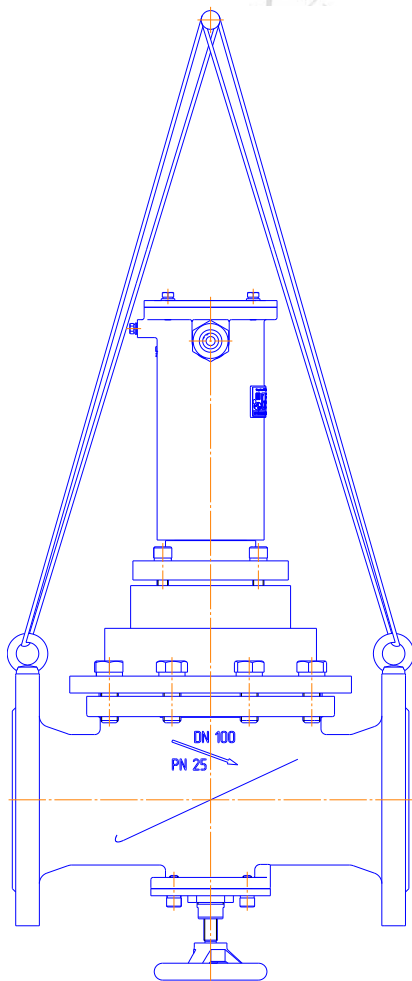

Рисунок 6 – Схема строповки клапана
7.2.1 Установить клапан через уплотнительные прокладки к ответным фланцам на трубопровод, равномерно затянув болты гайками. При установке руководствоваться схемой строповки (см. рис.6). Не допускается установка клапана на трубопровод с перекосами и несоосностью ответных фланцев. Не допускается устранять перекосы и несоосность с помощью механического воздействия на корпус клапана.